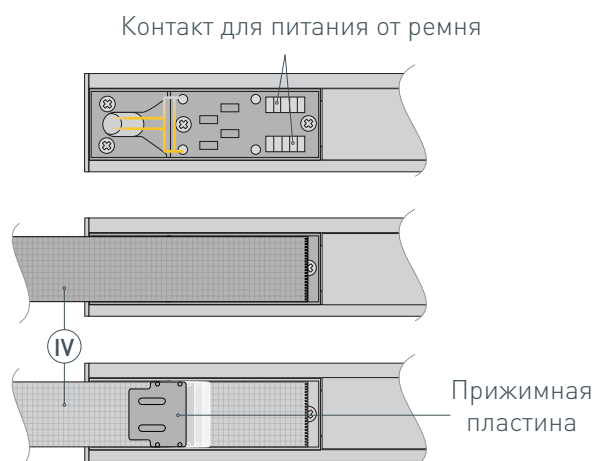

Рис. 3. Установка токопроводящего ремня (V). Вид сверху
- 4** / Закрепите токопроводящий ремень (IV) на неполяризованной пластине с помощью прижимной пластины из комплекта фиксатора токопроводящего ремня (V), как показано на рис. 3. Расположение токопроводящих жил в ремне должно совпасть с контактами на пластине для питания от ремня. **ВНИМАНИЕ! Токопроводящие жилы не изолированы.** Установите верхнюю фиксирующую пластину из комплекта фиксатора токопроводящего ремня (V) на неполяризованную пластину.